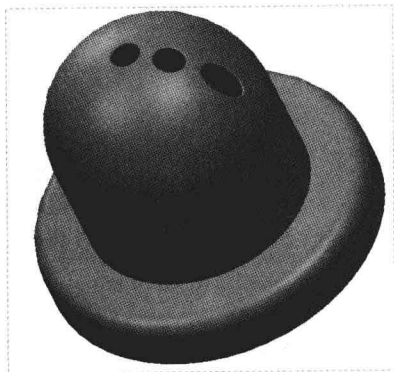

图 7-33 创建方向阵列
Step 04 单击“应用并保存在工具中所做的所有更改，然后关闭工具操控板”按钮，即可创建方向阵列，如图 7-33 所示。